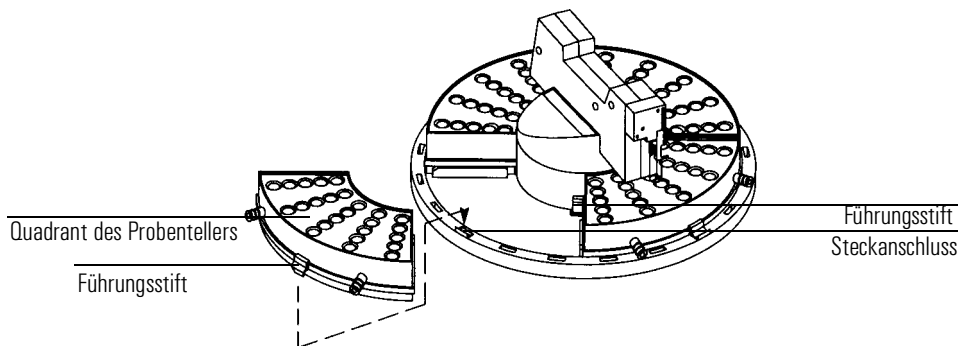

Abbildung 2 Installieren der Quadranten der Probesteller
4. Installieren Sie den Quadranten des Probestellers. Schieben Sie die Führungsschienen jedes Quadranten unter die Stifte des Probestellers, lassen Sie dann den vorderen Stift in den Steckanschluss des Probestellers einrasten. Siehe Abbildung 2 .